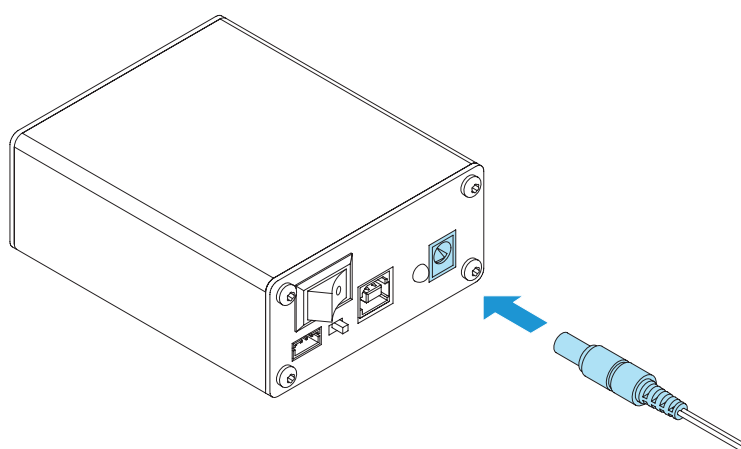

Рисунок 1.
- 3 Подключить блок питания к Robox (рис. 1);